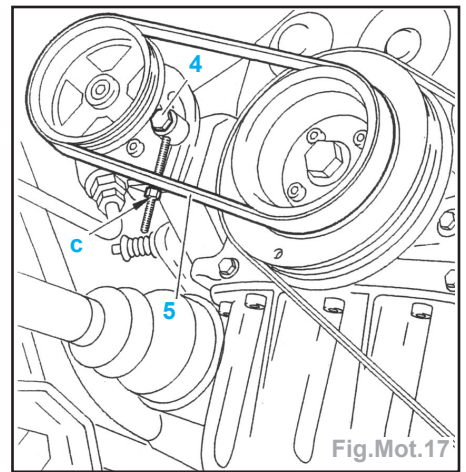

Fig.Mot.17
- Desserrer la vis (4) (Fig.Mot.17).